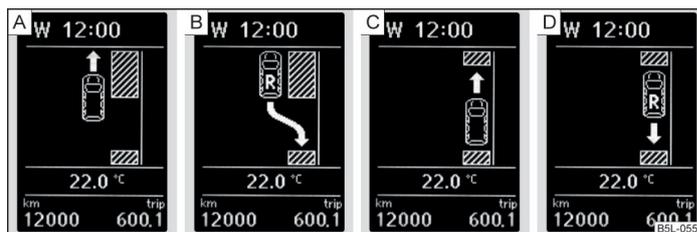

Fig. 123 Visualización en pantalla
Cuando el sistema ha reconocido una plaza de aparcamiento adecuada, esta se muestra en la pantalla » fig. 123 - .
- Avance hasta que se reproduzca el aviso en la pantalla » fig. 123 - [B].
- Si en la pantalla parpadea la flecha hacia delante » fig. 123 - [C], ponga la primera marcha o coloque la palanca selectora en la posición D.
- Si en la pantalla parpadea la flecha hacia atrás » fig. 123 - [D], conecte nuevamente la marcha atrás o coloque la palanca selectora en la posición R.